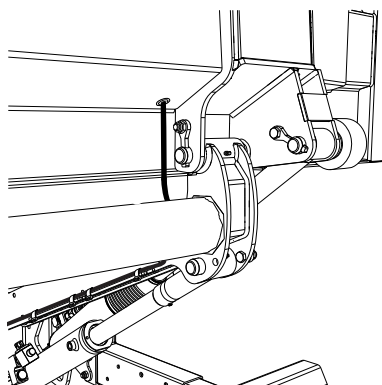
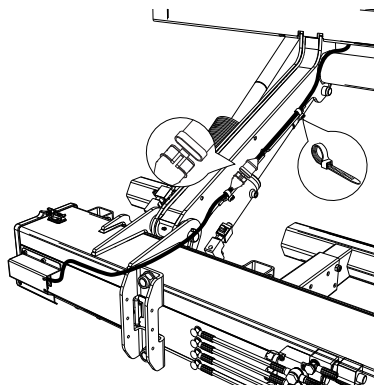
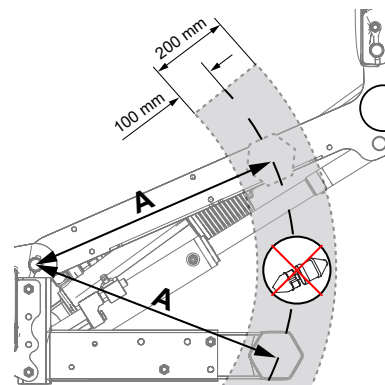

Bild 60. Montering av kablage
Bild 61. Montering av kablage
Bild 62. Placering av snabbkontakt
2. Dra kabeln och montera med buntband enligt Bild 60 och Bild 61. Snabbkontakten måste placeras på så vis att den inte kommer i konflikt med underkörningsskyddet under lyftarmens rörelse. Mät avståndet (A) från centrum av lyftarmens axel till centrum på underkörningsskyddet, se Bild 62.
3. Mät ut samma avstånd (A) på lyftarmen, se Bild 62.
4. Placera sedan snabbkontakten minst 100 mm utanför eller innanför det erhållna måttet (A), se Bild 62. Anslutning sker senare i avsnitt 6.